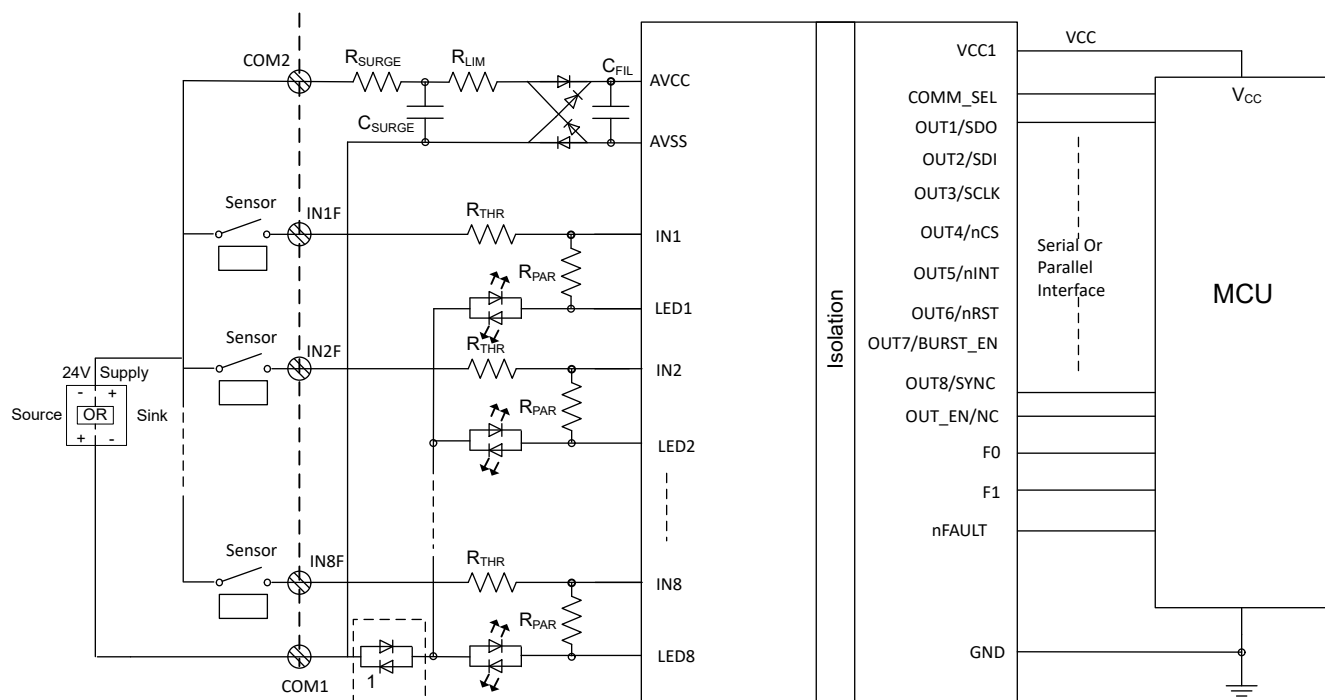

図 4. ISO1228 によるソースまたはシンク モードのデジタル入力モジュールの 8 チャンネル動作
に制限されますが、これは従来の手法の 5 分の 1 の値です。ISO1228 を持つデジタル アイスレータの 8 チャンネルの実装を、図 4 に示します。ISO1228 は同じデバイスでシンクモードとソースモードの両方をサポートしており、図 4 に示すように構成できます。 $R_{ILIM}$  抵抗は、すべてのチャンネルの電流制限値を設定します。 $R_{ILIM}$ 、 $R_{THR}$ 、および  $R_{PAR}$  の推奨値は、ISO1228「電流制限および診断機能付き 8 チャンネル絶縁型デジタル入力」データシートに記載されています。
1. **ソース-シンク モード:**ISO1228 は、同じデバイスでシンク モードとソース モードの両方をサポートできます。したがって、外部整流器は必要ありません。図 4 は、ISO1228 を使用してシンク モードおよびソース モードでそれぞれ実装された 8 チャンネルのデジタル アイソレータの構成を示しています。
6. **損失のない LED 表示:**入力状態の表示や手動によるメンテナンスのために、LED 表示は非常に重要です。ISO1228 は、各入力ごとに約 3mA のフィールド側入力電流を利用して LED を点灯させます。図 4 は、各チャンネルで LED がどのように接続されているかを示します。これにより、LED 用に追加の電力を消費せずに済み、熱特性の改善にもつながります。
7. **基板面積の低減:**これは、図 4 に示すように、8 チャンネルのディスクリート実装を 1 つのデバイスで代替する統合ソリューションです。これにより、PCB の面積を大幅に節約でき、同じ基板面積内でより多くのチャンネル数を持つ PLC カードの作成が可能になります。